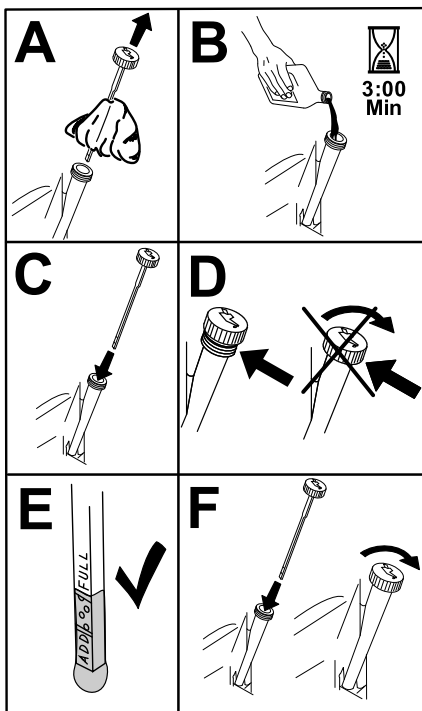

Figure 31
- Versez lentement environ 80 % de l'huile spécifiée dans le tube de remplissage, puis faites l'appoint lentement pour faire monter le niveau jusqu'au repère maximum (Full) (Figure 31).